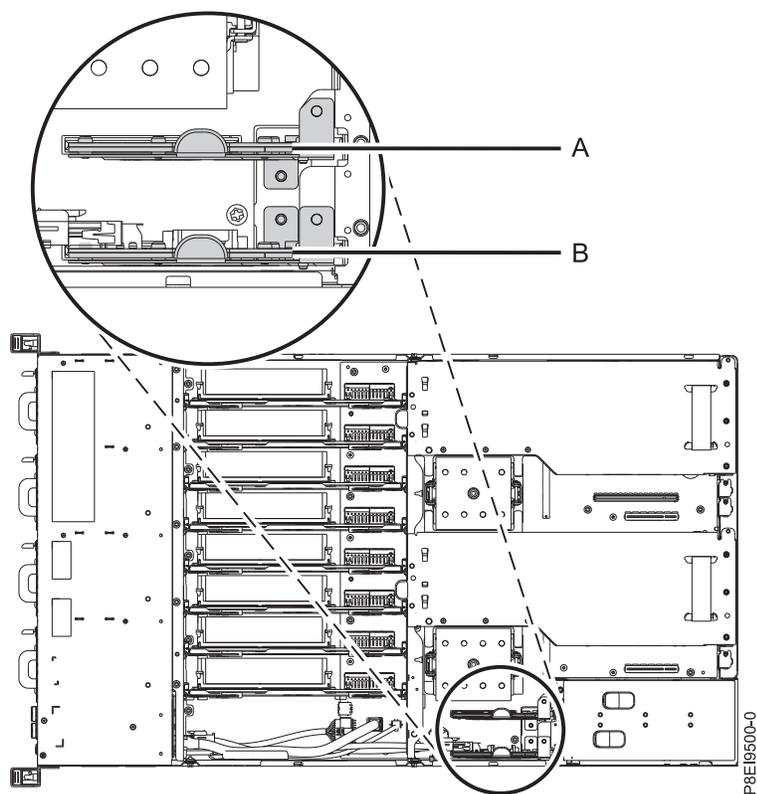

Figure 46. Emplacement des connecteurs de bus d'alimentation
3. Localisez les connecteurs de bus d'alimentation. La figure 46, à la page 49 illustre l'emplacement des connecteurs de bus d'alimentation dans le système 8335-GCA ou 8335-GTA. Le connecteur de bus d'alimentation **(B)** contient la batterie de l'horloge et le connecteur pour le cordon d'alimentation de ventilateur.